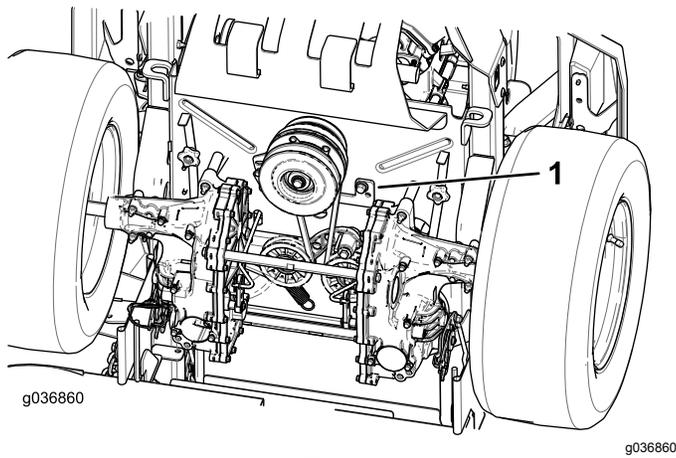

図 66
- クラッチストップを取り外す 図 66。
9. クラッチストップを取り付ける 図 66。